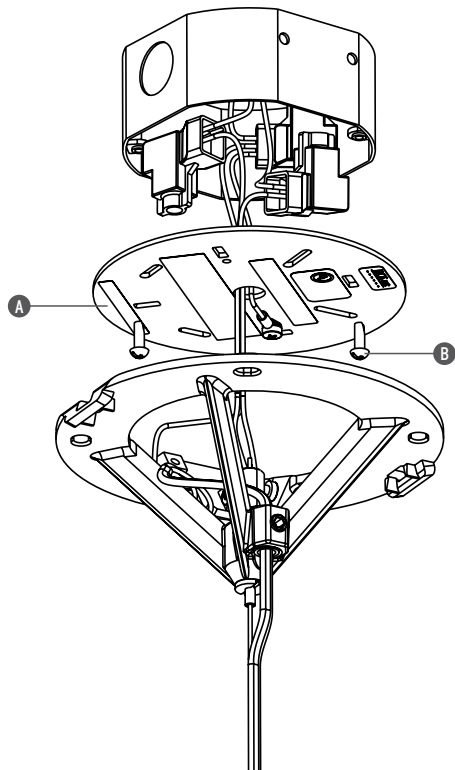

Fig. 1a
<GB> Fig.1a Allow the feed cables from the apparatus to pass through the central hole of the covering plate (A), then proceed with the electrical connections (black to black, white to white, green to ground) in the outlet box; Fix the plate (A) to the Outlet Box using the two screws (B) supplied.
<FR> Fig.1a Faire passer les câbles d'alimentation provenant de l'appareil à travers le trou central de la plaque de protection (A), effectuer alors les raccordements électriques (noir avec noir, blanc avec blanc, vert à la terre) dans la boîte de connexion (Outlet box); fixer alors la plaque (A) à la Boîte de connexion (Outlet Box) avec les deux vis (B) fournies.
<ES> Fig.1a Pasar los cables de alimentación provenientes del aparato a través del agujero central del plato de la cobertura (A), luego realizar las conexiones eléctricas (negro a negro, blanco a blanco, verde a tierra) en la caja de conexión (Outlet box); luego fijar el plato (A) a la caja de conexión (Outlet box) con los dos tornillos (B) en dotación.